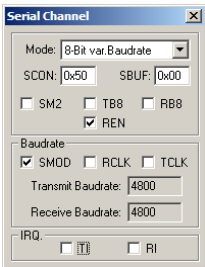

图 21-17 串行接口的工作方式
- (4) 选择“Debug”→“Start/Stop Debug Session”命令，进入程序仿真调试环境。
- (5) 选择“Peripherals”→“Serial”命令，打开串行接口的仿真界面。
- (6) 按 F10 键开始单步执行程序。当完成串行口及波特率的设置后，在仿真界面中便可以看到串行口的工作模式为“8-Bit var. Baudrate”，即工作模式 1。串行口的发送和接收波特率均为 4800kbit/s。如图 21-17 所示。